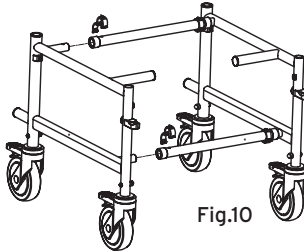

Fig.10
- Encaixe a parte que acabou de montar no outro lado da estrutura utilizando os mesmos dois tubos de fixação e mais duas molas em C, conforme descrito no ponto anterior (fig.10);